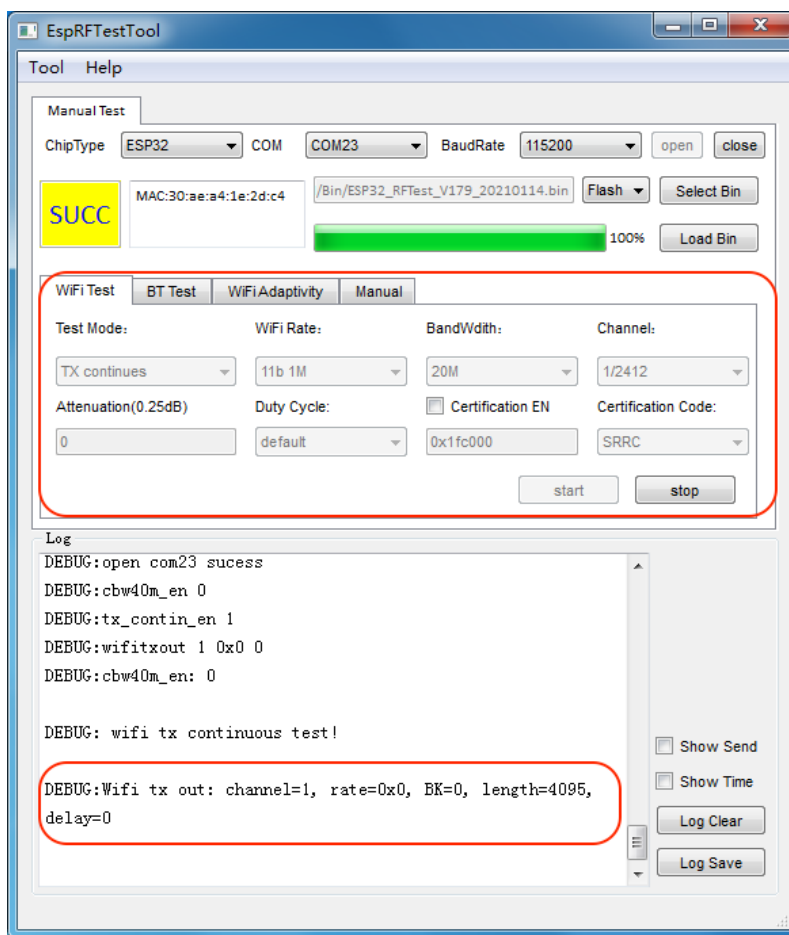

图 2-3. ESP32 Wi-Fi 定频测试界面
- 其它选项根据实验室测试需要进行选择，选择完参数点击 **start** 即可定频测试，工具里会有相应的 log 显示，图 2-3 所示为 ESP32 的定频测试界面。